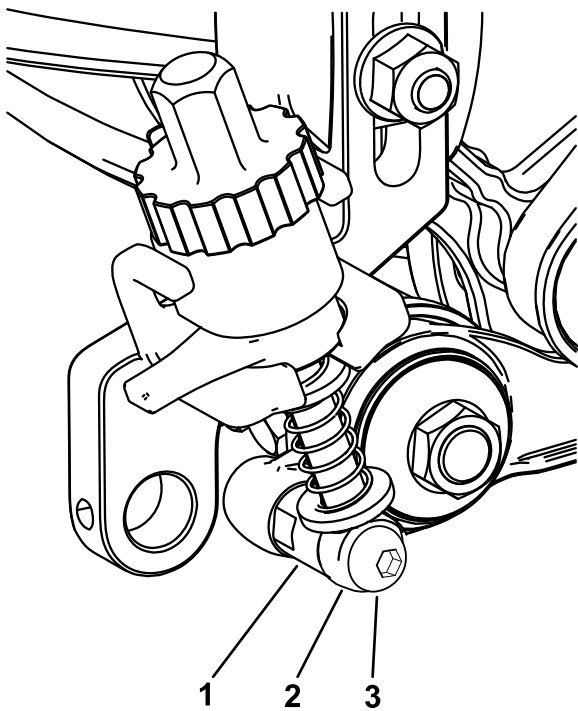

Figura 23
5. En el lado del conjunto de la polea tensora, fije la varilla del conjunto del brazo del regulador al conjunto de la polea tensora, instalando un perno de cuello largo a través de la varilla del brazo del regulador y en el collar del regulador, tal y como se muestra en la Figura 23; apriete el perno de cuello largo a entre 20 y 26 N·m.